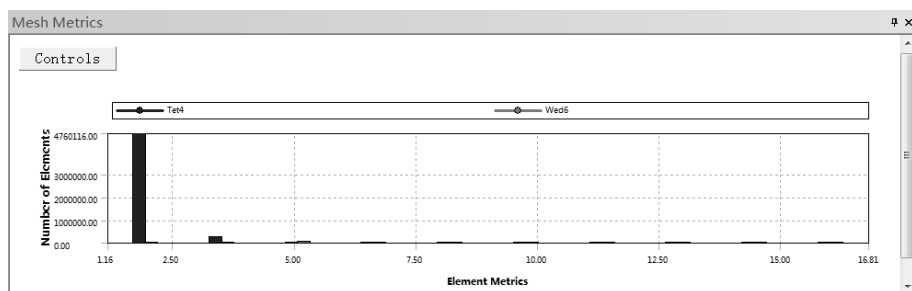

图 3-30 Aspect Ratio 图表
② Aspect Ratio (网格宽高比): 选择此选项后, 此时在信息栏中会出现如图 3-30 所示的 Mesh Metrics 窗口, 在窗口内显示了网格质量划分图表。